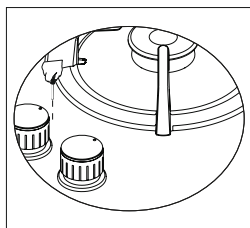
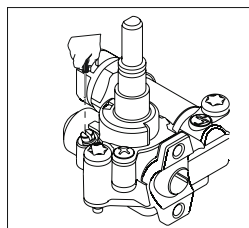

Рис. 4
Рис. 5
4. Снимите с прибора ручки управления рис.4. Настройте винт посередине газовых кранов, как показано на рис.5, слегка повернув отверткой. Для настройки винта регулирования потока пользуйтесь отверткой соответствующего размера. Для балонного газа поверните винт по часовой стрелке. Для природного газа поверните винт против часовой стрелки. Минимальная длина пламени должна быть 6-7 мм. Настройка устройства может меняться в зависимости от типа используемого газового крана.